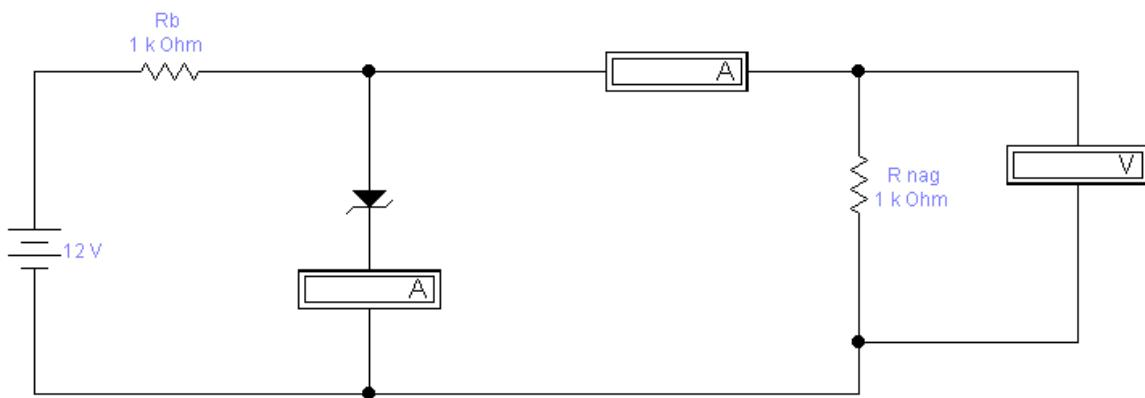

Рисунок 4.43 – Схема напівпровідникового параметричного стабілізатора напруги
- Побудувати схему в програмі Electronics Workbench (рис. 4.43). Програма дає змогу встановити різні значення опорів $R_{\text{бал}}$ (R_b) і R_h (R_{nag}) у параметричному стабілізаторі. У цій схемі як лінійний елемент використовують R_b , а як нелінійний – кремнієвий стабіліtron, який включений у зворотному напрямі.
8. Змінити в запропонованій схемі (рис. 4.43) значення R_b на 10 КОм.